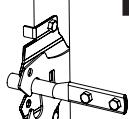

Fig. 7
- b. Instale la traba en el portón con los tornillos suministrados y apriételos (Fig. 7).